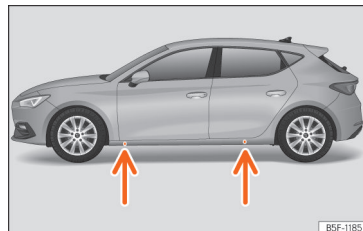

Fig. 248 Puntos de apoyo del gato.
- Busque en el larguero la marca del punto de apoyo del gato (zona hundida) más cercano a la rueda a cambiar >>> **fig. 248.**